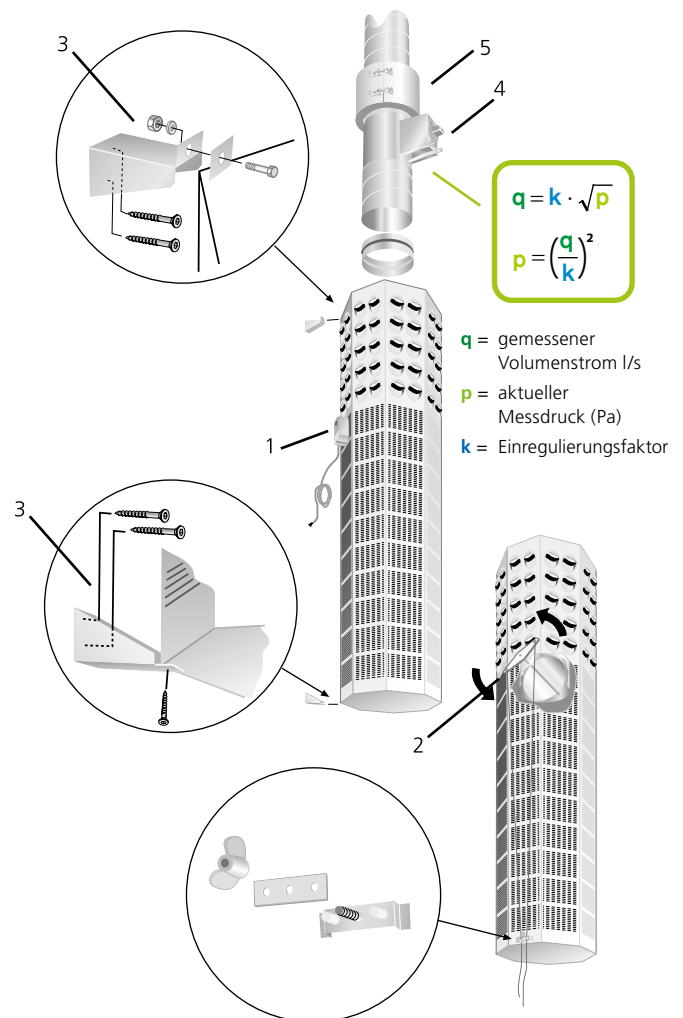

Abbildung 1. Montage, Einregulierung.
Das Montageteil (5) besteht aus verzinktem Stahlblech und wird verwendet, um die Montage und Demontage von Klappen zu erleichtern. Siehe Abbildung 1.
Aufhängungskonsolen (3) werden mitgeliefert. Diese werden an der Wand und am BOC befestigt, siehe Abbildung 1.
Der Luftvolumenstrom wird mit der regulierbaren Messeinheit (4), die im Kanal vor dem BOC platziert wird, eingestellt, siehe Abbildung 1. N.B.: details 4 and 5 are not included.
Erläuterungen zur Abbildung 1: